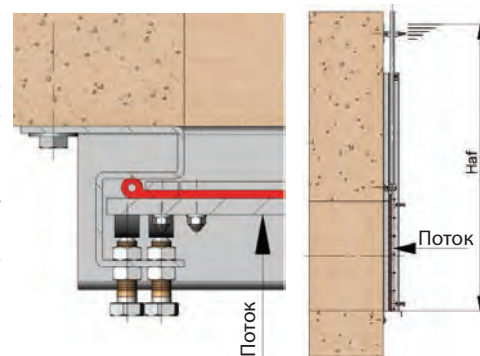

Рис. 1
**Однонаправленный (предпочтительный вариант установки).** (Рис.1) В этом вари-